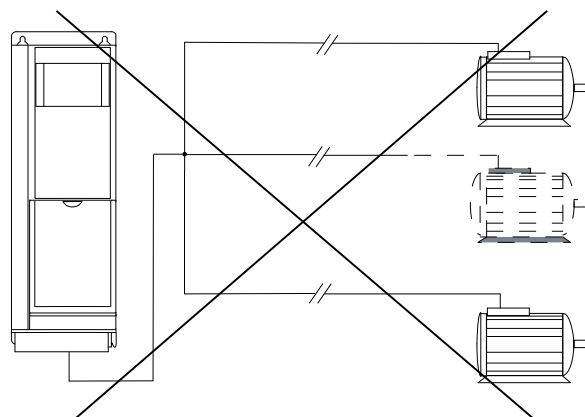

Рисунок 3.12 Подключение общим жгутом для кабелей большой длины
- Не используйте общие соединения для длинных кабелей; см. Рисунок 3.12.